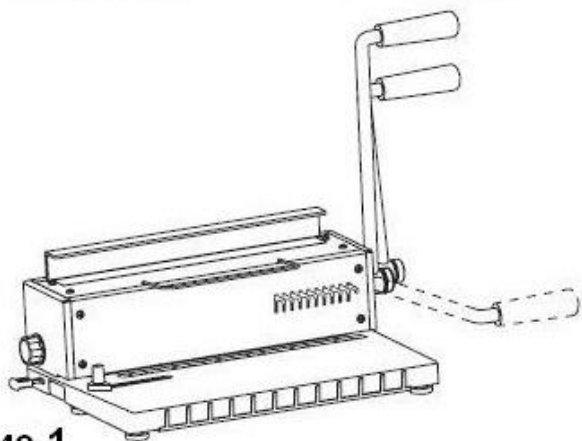

рис.1
- Д.** Опустите вниз рукоятку для перфорирования, затем верните её в исходное положение (смотрите рис.1)